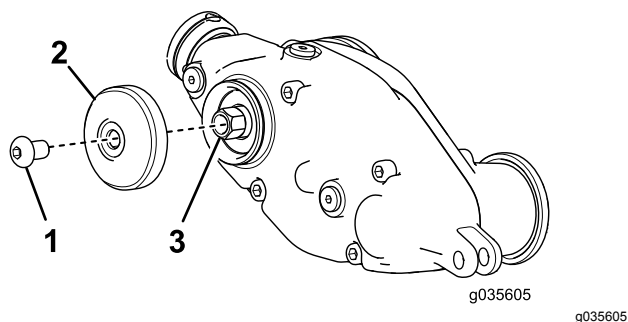

Figura 13
7. **Apenas para o conjunto de rastelo universal (sem kit de escova do rolo traseiro instalado):** Instale a cobertura exterior com um parafuso sextavado de cabeça de tremço (5/16 pol. x 1/2 pol.), como se mostra na **Figura 13**.